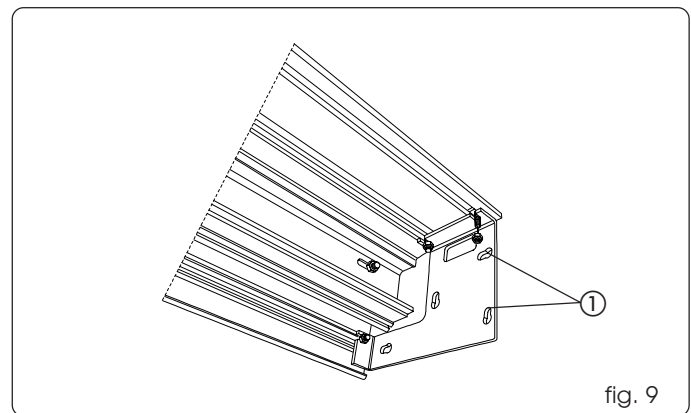
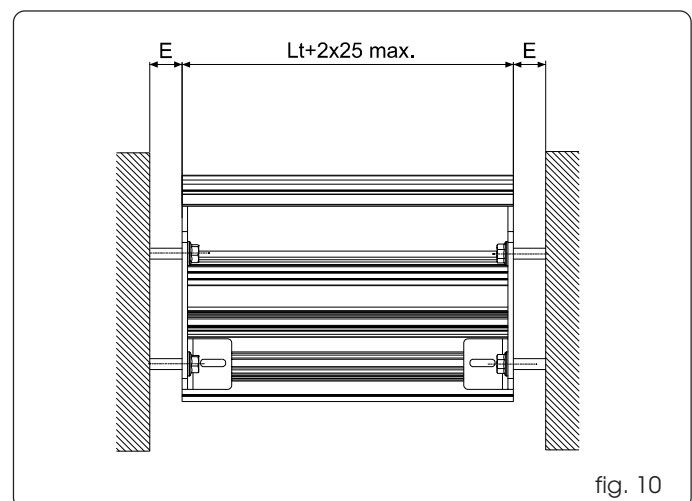

fig. 9
fig. 10
Bij levering is het zelfdragende profiel al geassembleerd met het steunprofiel, en zijn de beugels aan de zijkanten al op de dwarsbalk gemonteerd (fig. 9).
- Bevestig de dwarsbalk aan de muur door gebruik te maken van de gaten die al in de platen aan de zijkanten (fig. 9 ref. ①) zitten. Gebruik hierbij geschikte pluggen (niet meegeleverd) en breng eventuele vulstukken aan voor de ruimten E (fig. 10).